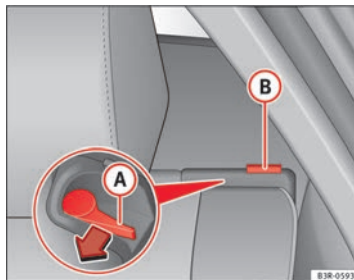

Abb. 115 Entriegelungshebel der Rückenlehne
- Den Entriegelungshebel **A** ⇒ Abb. 115 in Pfeilrichtung bewegen.